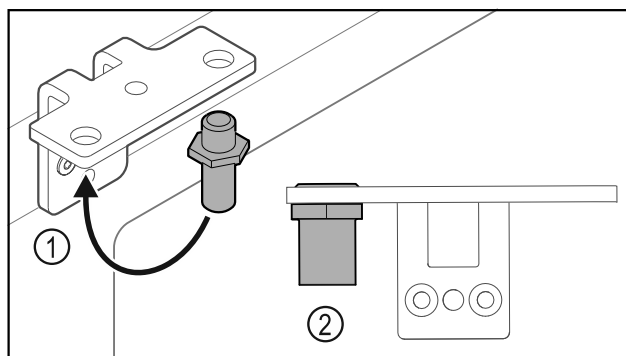

Fig. 33
- Flytta bulten Fig. 33 (1) i gångjärnsfästet.
- Dra åt bulten Fig. 33 (2) med ett **vridmoment på 12 Nm**.